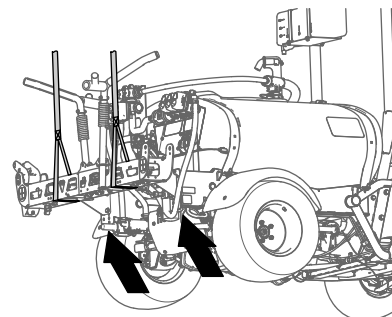

図 45
2. 所定の能力のあるホイストなどを使って、センターboomを支える 図 45。